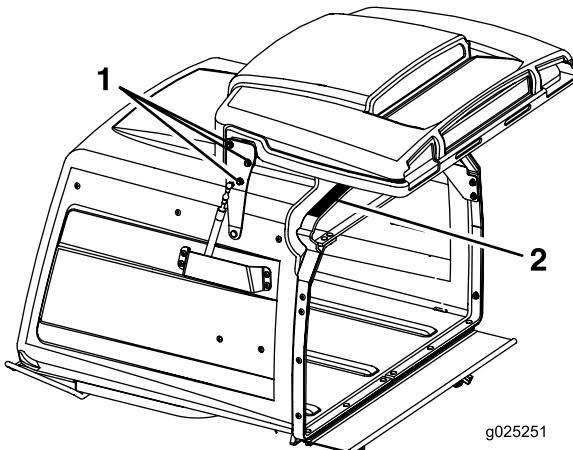

Figura 61
- Afloje las seis tuercas de las bisagras de la puerta (Figura 61).
- Abra la puerta y coloque una tira de goma de 9.5 mm ($\frac{3}{8}$ ") o una manguera de 9.5 mm ($\frac{3}{8}$ ") de diámetro entre la tolva y la puerta de la tolva (Figura 61).